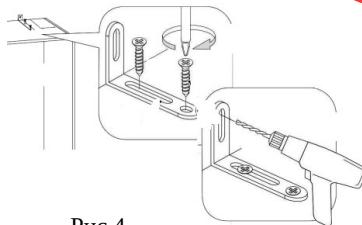

Рис.4
5. Соединить задние стенки (21) профилем (26,28), установить в засверленные пазы.
6. Установить полку жесткую (8) со стяжками усиленными(4).
7. Установить полкодержатели (30) на боковине (1) и перегородке (3) в готовые засверленные гнезда.
- 8а) Для предотвращения опрокидывания прикрепить шкаф к стене при помощи уголка для крепления к стене (39) с саморезами 4x16(38) (крепление к стене приобретается отдельно в зависимости от типа стены) см.рис.4